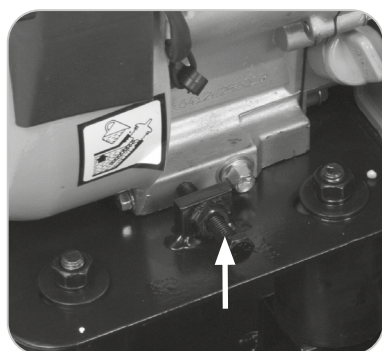

Fig. 19
- Slăbiți cele patru (4) bolțuri cu capete hexagonale folosind o cheie de buloane potrivită (nefurnizată).
- Glisați motorul în față sau în spate pentru a modifica tensiunea curelei de transmisie. În fața motorului se găsește un șurub de reglare (**Fig. 19**) pentru a servi la poziționarea precisă a acestuia.